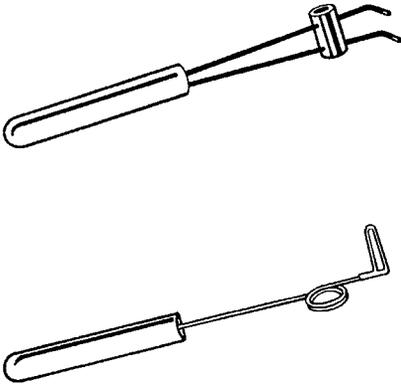

Рис. 5.23. Приспособления для поворота разных форм и размеров (С разрешения компании A-1 Security Manufacturing Corp.)
- Приспособления для поворота личины (рис. 5.23)